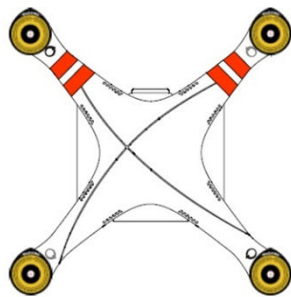

Figure 20
- 1) (Fig 20) rimuovere i quattro tondini di carta di avviso, dopo averne letto il contenuto